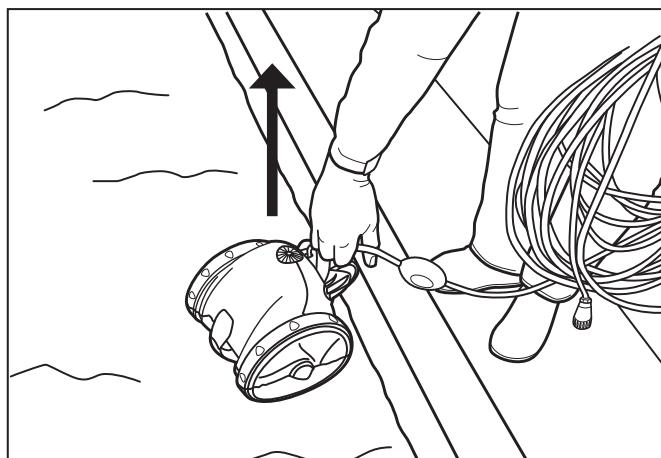

Figura 8. Mantenga el limpiador vertical para drenar el agua
- Levante el Polaris 9100 Sport fuera de la piscina con el mango. Drene el agua que quede en el filtro manteniendo la máquina en posición vertical. Consulte la figura 8.